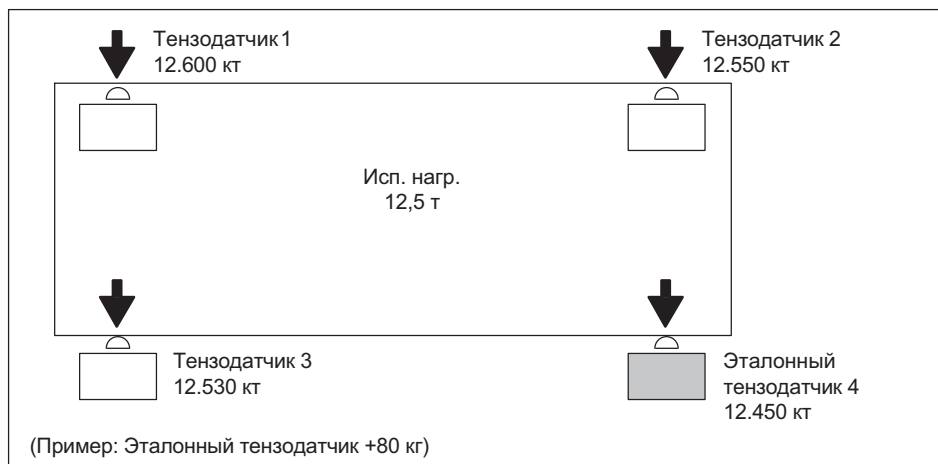

Рис. 18.1 Платформенные весы с четырьмя датчиками веса с испытательной нагрузкой 12,5
Когда четыре угла платформы нагружены, обратите внимание на сигналы шкалы, чтобы оценить соответствующие отклонения (в кг) от угла шкалы (тензодатчика) с наименьшим показателем. Этот тензодатчик является эталонным (4) и не требует балансировки (в примере на *Рис. 18.1* тензодатчик 4).